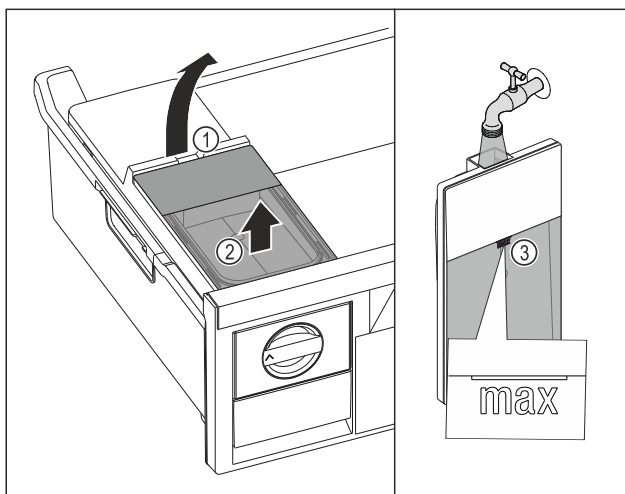

Fig. 109
- Wassertank an der Aussparung Fig. 109 (1) anheben.
- Wassertank nach oben entnehmen. Fig. 109 (2)
- Wassertank bis zur Markierung Fig. 109 (3) mit Trinkwasser befüllen.